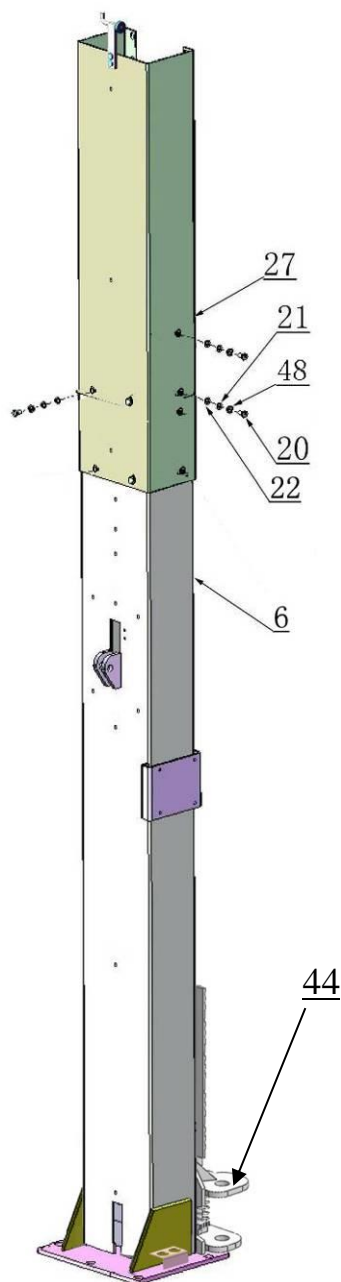

Рис. 13 Для низких потолков
1. Для помещений, которые ниже 3850mm (151 1/2") для 240СМ и 4460mm (175 5/8") для 240СНМ, установите удлинитель на верхние отверстия (**См. рис.13**).